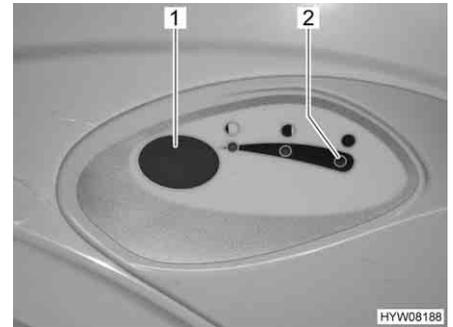

Fig. 152 Pulsante dello sciacquone/spia di controllo toilette Thetford
- Per sciacquare premere il pulsante blu (Fig. 152,1).
La spia di controllo (Fig. 152,2) si accende quando il serbatoio fecale deve essere svuotato.